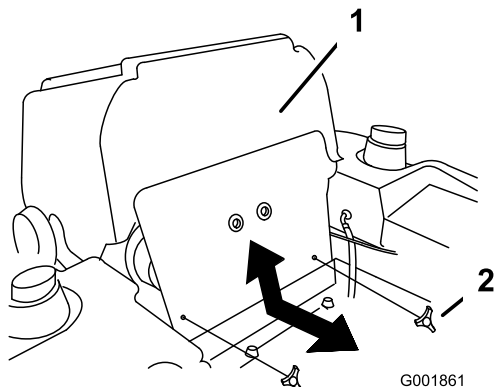

Figura 43
1. Inclinate il sedile in avanti e togliete il pannello anteriore del motore (Figura 43).